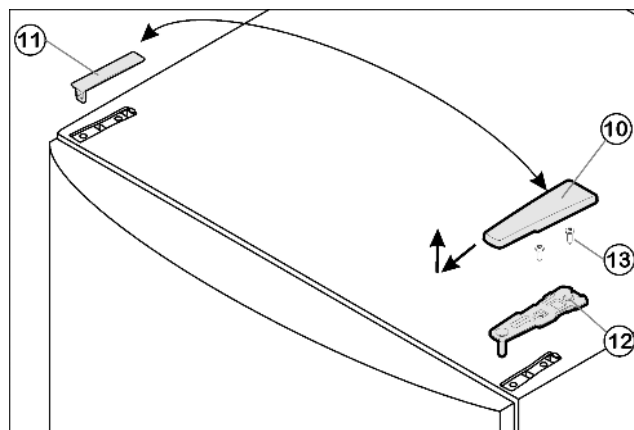

Fig. 4
- ▶ Wyjąć osłonę Fig. 4 (10) do przodu i do góry.
- ▶ Podnieść osłonę Fig. 4 (11).
- ▶ Odkręcić górną płytkę zawiasu Fig. 4 (12) (2 razy Torx® 25) Fig. 4 (13) i wyjąć ją do góry.
- ▶ Włożyć w drzwi górną płytkę zawiasu Fig. 4 (12) po nowej stronie zawiasów.
- ▶ Przykręcić mocno górną płytkę zawiasu Fig. 4 (12) (z siłą 4 Nm) (2 razy Torx® 25) Fig. 4 (13). Ewentualnie nakłuć otwory pod śruby lub użyć wkrętarki akumulatorowej.
- ▶ Ząbnić osłonę Fig. 4 (10) i osłonę Fig. 4 (11) odpowiednio po przeciwległej stronie.